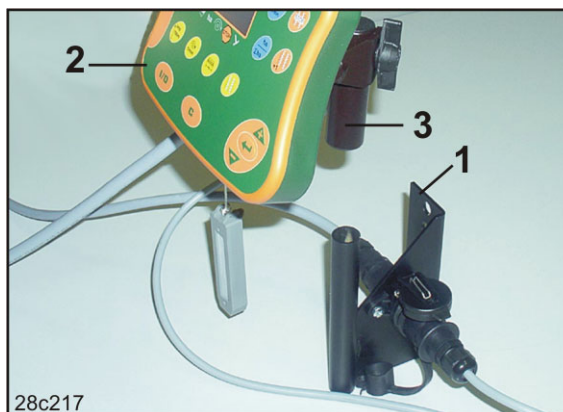

Рис. 11
1. Пригвинтіть консоль (Рис. 11/1) у вільному від вібрацій та електропровідному місці кабіни трактора праворуч від водія в зоні з хорошим оглядом та зручним доступом до термінала (Рис. 11/2).
2. Встановіть на термінал керування пов'язану деталь (Рис. 11/3).